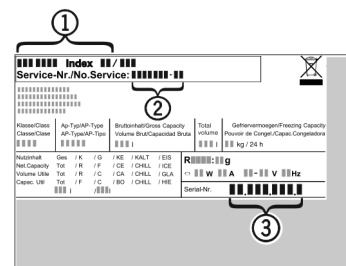

Fig. 4
- Leggere la denominazione dell'apparecchio Fig. 4 (1), il n° assistenza Fig. 4 (2) e il n° di serie Fig. 4 (3) sulla targhetta identificativa. La targhetta identificativa è situata all'interno dell'apparecchio, sul lato sinistro.
- Informare il servizio di assistenza e comunicare il difetto, la denominazione dell'apparecchio Fig. 4 (1), il n° assistenza Fig. 4 (2) e il n° di serie Fig. 4 (3).